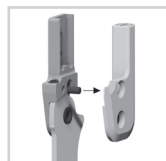

Fig. 17
- 3 Skyv ut den formonterte gjengesikringsstiften med en pinedriver (fig. 17).